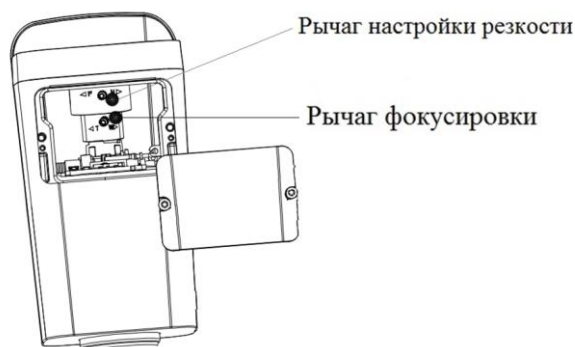

Рисунок 4
3.7 С помощью отвертки снимите нижнюю крышку и с помощью рычага изменения фокусного расстояния – выберите наиболее подходящий ракурс изображения. Настройте резкость, используя рычаг настройки резкости. С помощью отвертки затяните винты рычагов изменения фокусного расстояния и настройки резкости (рис.4).